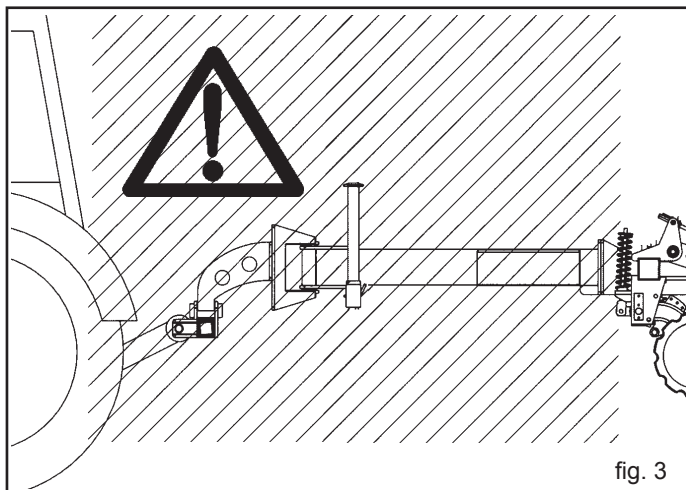

fig. 3
- 5) È assolutamente vietato interporre fra il trattore e l'attacco per manovrare il comando dall'esterno per il sollevamento (Fig. 3).
- 6) È assolutamente vietato interpersi tra il trattore e l'attrezzatura (Fig. 3) con motore acceso e cardano inserito. È possibile interpersi solo dopo aver azionato il freno di stazionamento ed aver inserito, sotto le ruote, un ceppo o un sasso di bloccaggio di adeguate dimensioni.